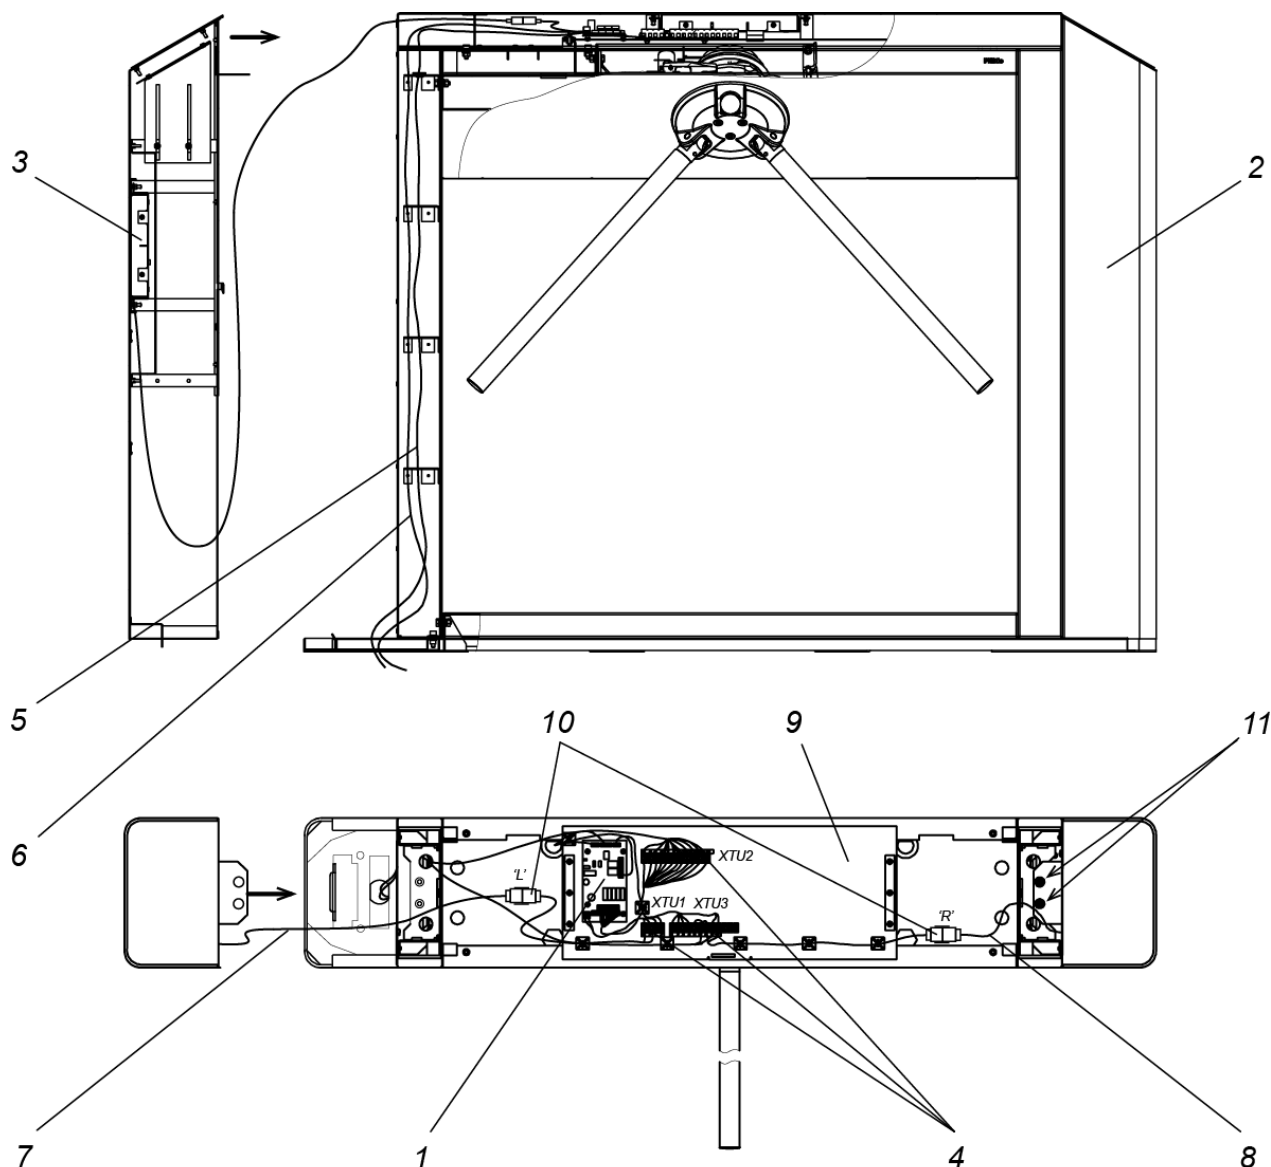

Рисунок 16. Схема прокладки кабелей в стойке турникета
3. При необходимости прокладки кабелей под поверхностью пола подготовьте в полу кабельный канал, подходящий к зоне ввода этих кабелей в стойку турникета. Прокладка кабелей внутри стойки показана на рис. 16.
- зафиксируйте боковой модуль при помощи двух винтов М5×12 с двумя шайбами каждый – пружинной и плоской увеличенной (см. позицию 11 на рис. 16), винты и шайбы входят в комплект поставки основной стойки турникета;
- присоедините разъем кабеля индикации от бокового модуля к соответствующему (правому «R» или левому «L») разъему кабеля индикации от основной стойки (10 на рис. 16).
17. Установите на место основную крышку турникета (2), см. разд. 6.